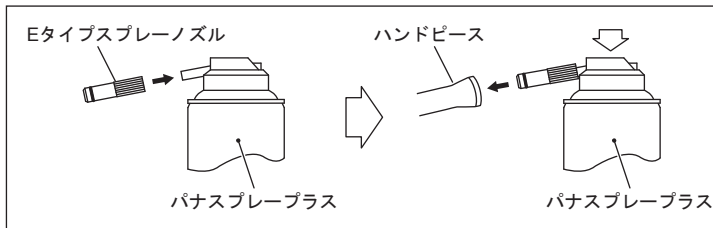

図5
### ■パナスプレープラスによる注油(図5)
- ③最後に、パナスプレープラス(図5)または自動注油システムによる注油を行います。